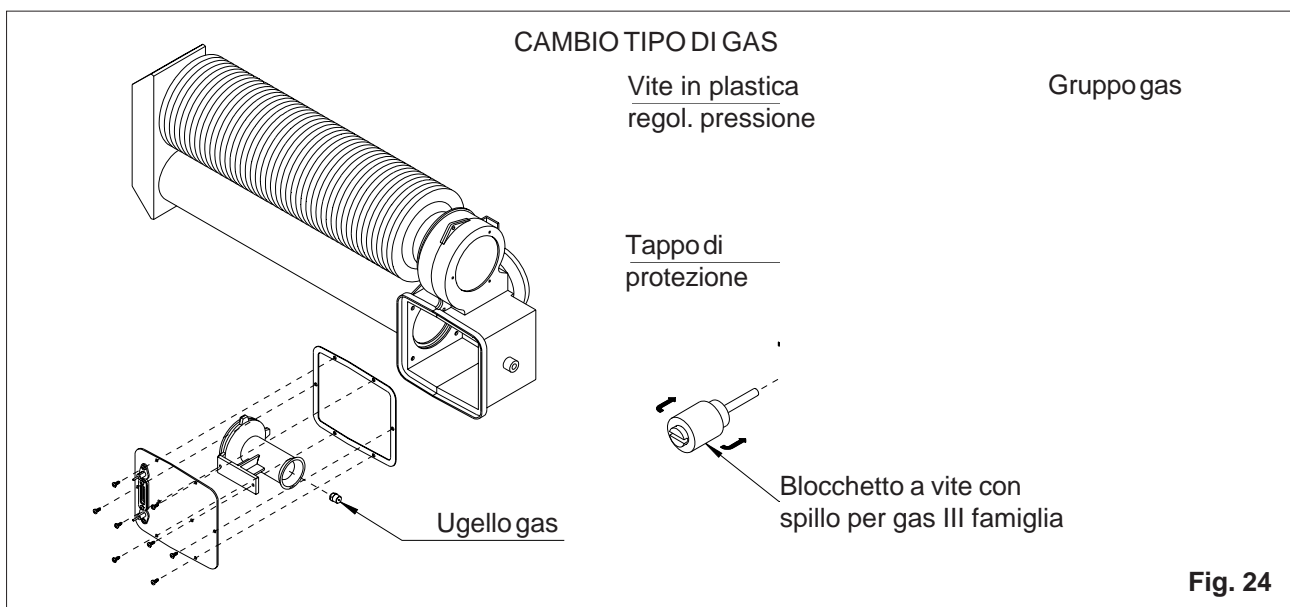

Fig. 24
- d) togliere le 6 viti che fissano la piastra porta-bruciatore alla camera di combustione ed estrarla, facendo attenzione a non danneggiare la guarnizione di tenuta. Smontare l'ugello gas con una chiave esagonale da 10 mm e sostituirlo con il nuovo, avvitandolo fino a garantire la tenuta (fig. 24)
mente a fine corsa la vite in plastica del regolatore di pressione. Inserire al posto del tappo di protezione il blocchetto a vite dotato di spillo, in modo da mettere fuori servizio il regolatore stesso (fig.24). **Conservare il tappo di protezione del regolatore di pressione per un eventuale riutilizzo successivo**
- c) togliere le 6 viti che fissano la piastra porta-bruciatore alla camera di combustione ed estrarla, facendo attenzione a non danneggiare la guarnizione di tenuta. Smontare l'ugello gas con una chiave esagonale da 10 mm e sostituirlo con il nuovo, avvitandolo fino a garantire la tenuta (*fig. 24*)
- e) sul gruppo gas togliere il blocchetto a vite dotato di spillo posto sul regolatore di pressione, in modo da ripristinare la funzione del regolatore stesso (*fig.24*)